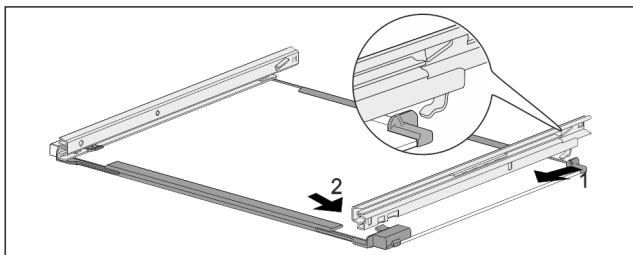

Fig. 180 Placa de vidrio con guías
- ▶ Enganche la guía por detrás. Fig. 180 (1)
- ▶ Encastre la guía por delante. Fig. 180 (2)